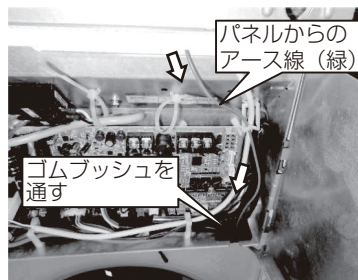
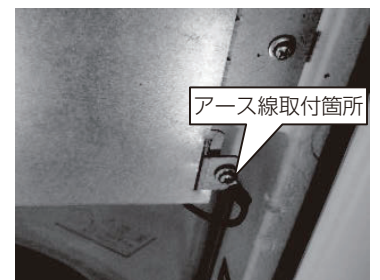

図10-3
図10-4
- 2) (図10-3, 図10-4) のように本体制御箱内を通し、アース線取付箇所に、アース線を取付けてください。